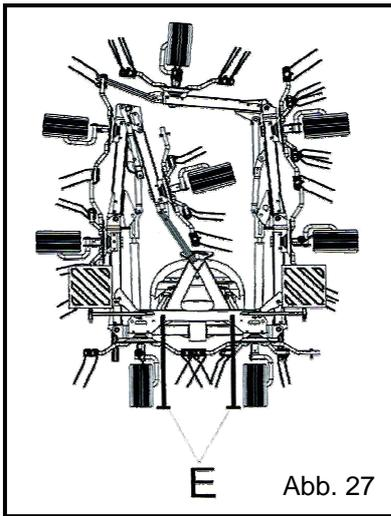
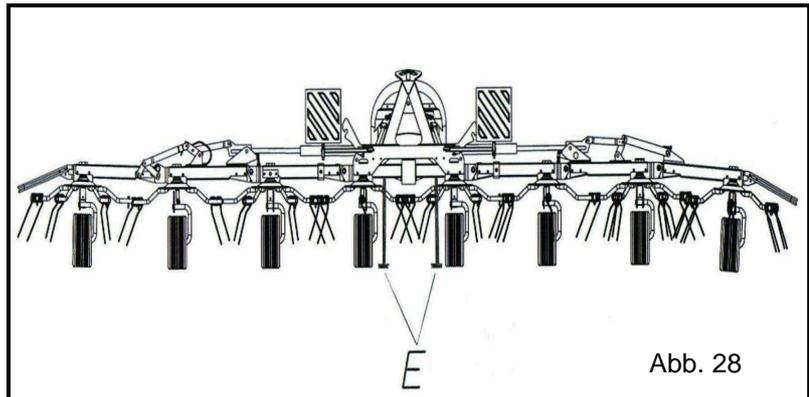

Abb. 27
Abb. 28
- Das Abstellen kann sowohl in Arbeitsstellung (Abb. 28), wie auch in Transportstellung (Abb. 27) (Vorgehensweise siehe Kapitel 3.2) erfolgen.
- Abstellstützen (Abb. 27 und 28, Pos. E) herausziehen und durch Stecker sichern.